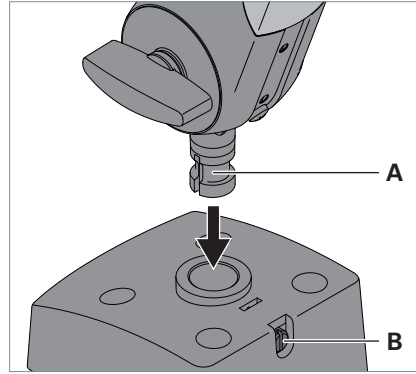

Fig. 2: Montaje de la lámpara al elemento de sujeción.
- ▶ Introduzca el perno A de la varilla de la luminaria en la apertura del elemento de sujeción, véase Fig. 2.
- ▶ Para fijar la varilla apriete el tornillo B. véase Fig. 2.